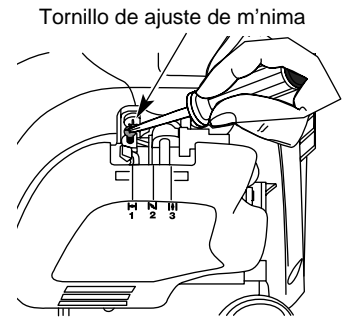

Fig. 51
La velocidad mínima del motor puede ser ajustada. Puede tener acceso al tornillo de ajuste de mínima a través de un orificio en la parte superior de la cubierta del motor (Fig. 51).
2. Suelte el gatillo del regulador y deje que el motor funcione en m'nima. Si el motor se para, inserte un destornillador Phillips peque—o en el orificio de la cubierta del motor (Fig. 51). Gire el tornillo de m'nima hacia adentro, en sentido horario, de a 1/8 de vuelta por vez (segŕen sea necesario) hasta que el motor funcione en m'nima suavemente.